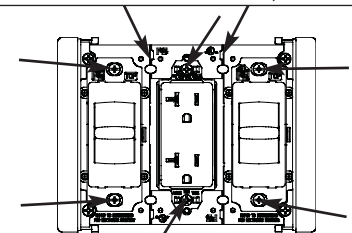

Figure 8 / Figura 8 / Figure 8
- Wire the device per the manufacturer's instructions and install the devices in the wall box using the mounting screws provided (leave mounting screws "finger tight" at this point). (See Figure 8.)
5. Câbler le dispositif conformément aux instructions du fabricant et installer les dispositifs dans la boîte murale à l'aide des vis fournies (serrer les vis uniquement avec les doigts à ce stade). (Voir Figure 8.)